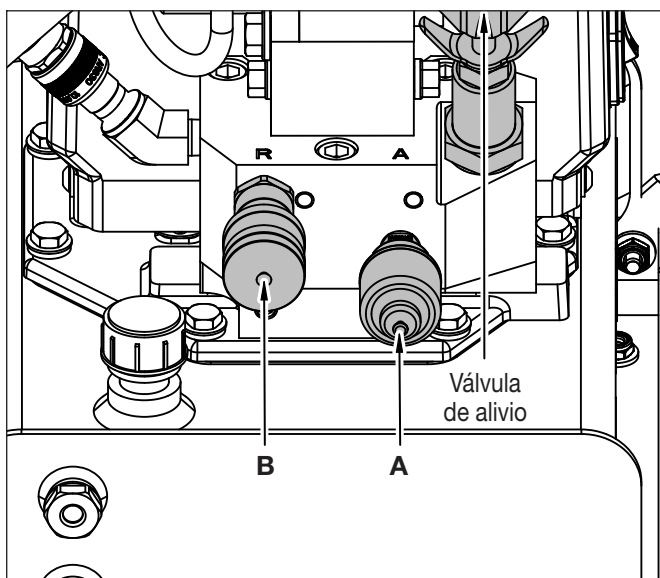

Figura 3: Salida de la bomba
1. Afloje la contratuerca y retire (girando en sentido antihorario) la válvula de alivio para evitar una acumulación de presión no deseada. Para ajustar la válvula de seguridad no se necesitan herramientas. Véase Figura 3.
3. Acople las mangueras al colector de salida de la bomba, tal y como se muestra en la Figura 3. ASEGÚRESE de usar una manguera para una presión nominal de 700 bar [10 000 PSI]. Apriete a mano los anillos de bloqueo del acoplamiento
2. Afloje la contratuerca y retire la válvula de alivio para evitar una acumulación de presión no deseada. Véase Figura 3.